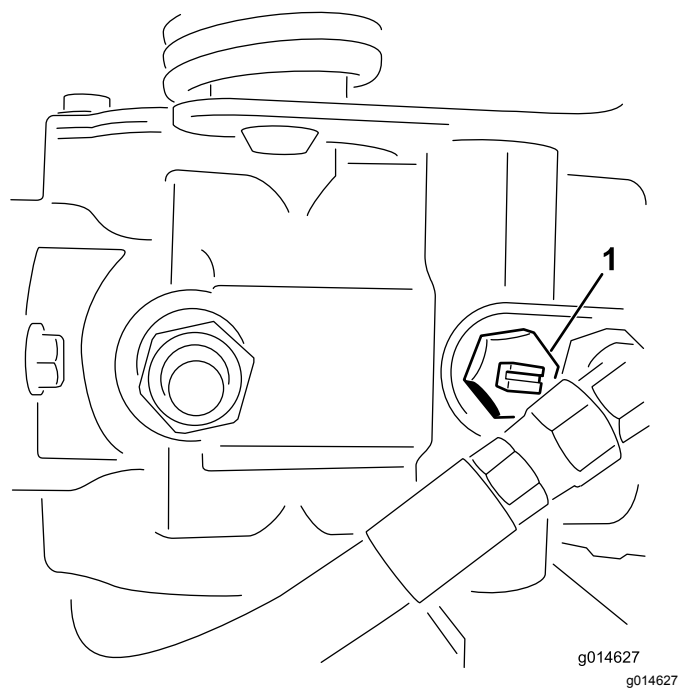

图38
1. 找到并旋转泵上的旁通阀、使槽处于垂直位置 (图38)。
2. 启动发动机之前、旋转旁通阀、使槽处于水平位置、这样就可以关闭旁通阀图38。旁通阀打开时切勿启动发动机。